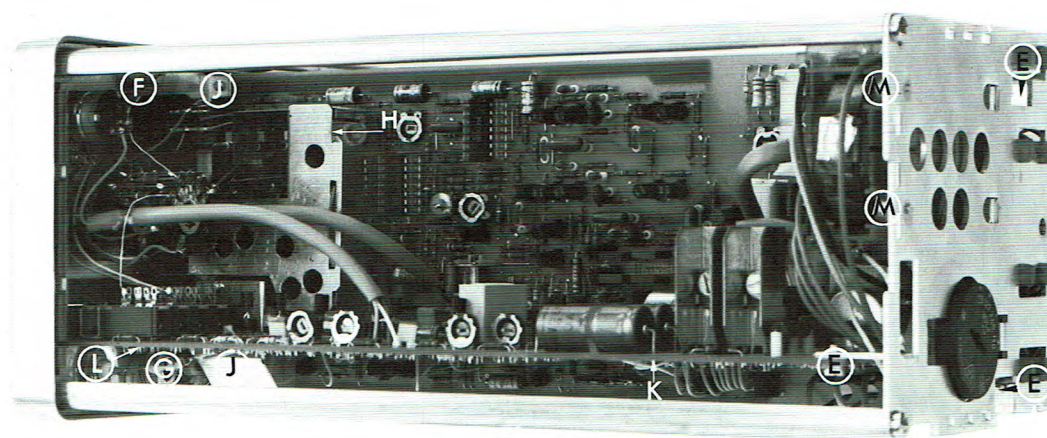

Fig. 2.7. Démontage
- 3 vis E (Fig. 2.7) maintenant les platines sur le panneau arrière.
- 1 vis F (Fig. 2.7) derrière le panneau avant (au-dessus).
- 1 écrou G (Fig. 2.7) derrière le panneau avant (au-dessous).
- Déboîter le couvercle de blindage de l'atténuateur en enfonçant la cosse (H) sur le flanc supérieur (voir Fig. 2.7).
- Dévisser les deux écrous J (Fig. 2.7).
- Déboîter l'étrier K placé à mi-chemin le long de la platine (Fig. 2.7).
- Déboîter l'étrier K placé à mi-chemin le long de la platine (Fig. 2.7.).
- Pour déposer une platine horizontale: enlever une vis L fixant le panneau avant (Fig. 2.7.).
- Pour déposer une platine verticale: enlever les connexions d'atténuateur appropriées ainsi que les deux vis J la fixant au panneau avant (Fig. 2.7.).
- Dévisser les deux écrous de montage M (Fig. 2.7).